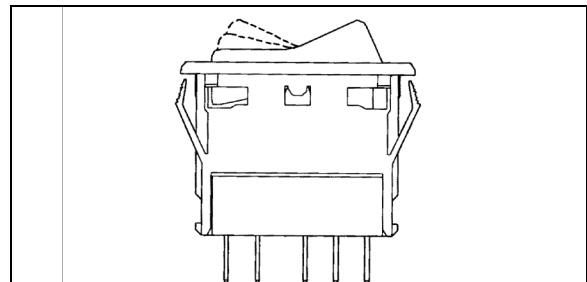

FIGURE 123: COMMUTATEUR
3. Pour installer un nouveau commutateur, inverser la procédure (Figure 123).